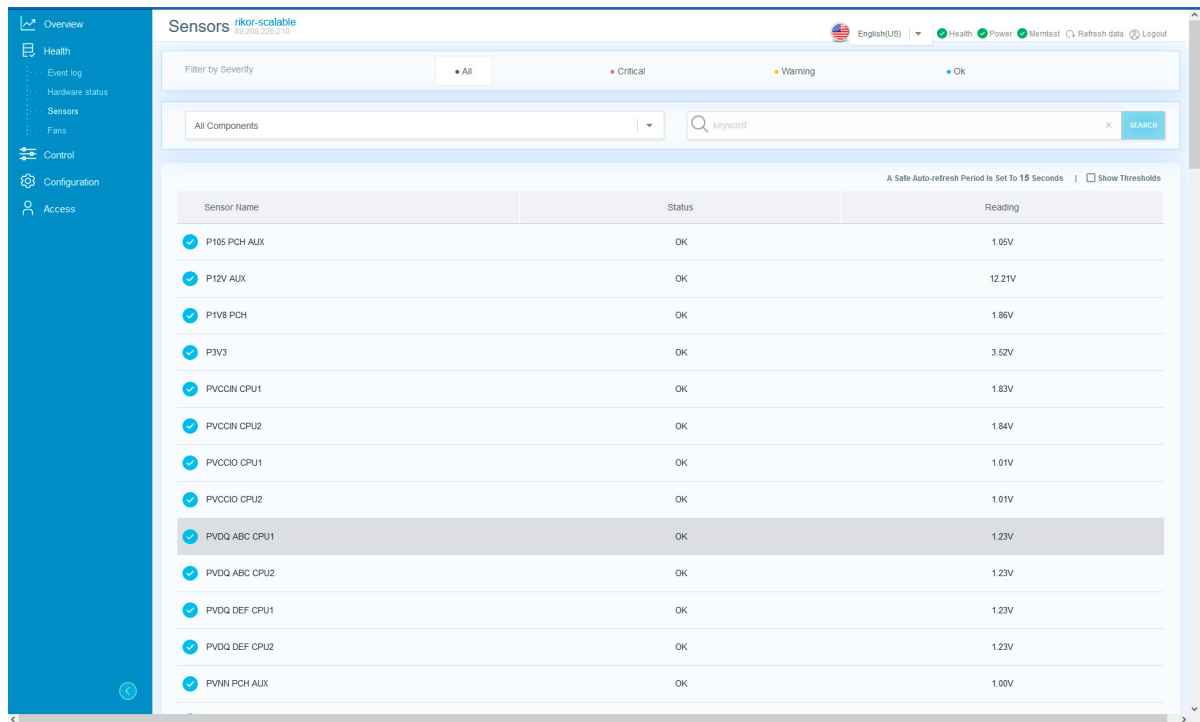

Рис. 73. Окно «Sensors»
4) Пройдите во вкладку «Health» → «Sensors» в данной вкладке отображается информация по датчикам установленным в сервере. В поле «Filter by Severity» произведите фильтрацию по степени серьезности события. В раскрывающемся списке выберете компонент сервера где хотите просмотреть состояния датчиков. В поле поиска произведите фильтрацию по ключевым словам датчиков. Окно показано на рис. 73 Окно «Sensors»